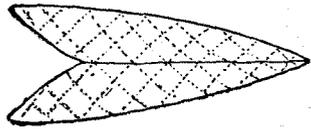

Fig. 5.
**Gypse.** — Le *gypse* ou *pierre à plâtre* est du sulfate de calcium hydraté. Il est tendre au point d'être rayé par l'ongle; il est de couleur blanche, d'une structure généralement cristalline. Parfois, il est en cristaux ayant la forme d'un *fer de lance* (fig. 5). Réduit en poudre, il constitue le *plâtre cru*. Chauffé à 100 ou 150°, il perd son eau d'hydratation et devient alors le *plâtre cuit*, ou plâtre du commerce. On n'exploite cette roche que pour la convertir en plâtre.